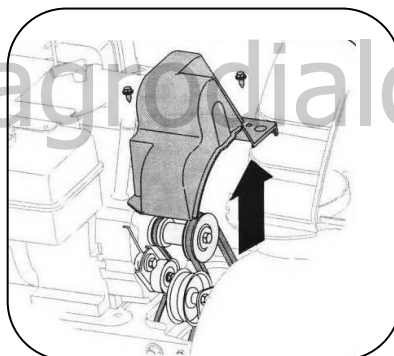

Рисунок 18
1. Снимите крышку ремня, располагающуюся в передней части двигателя, удалив два самореза (рис. 18).